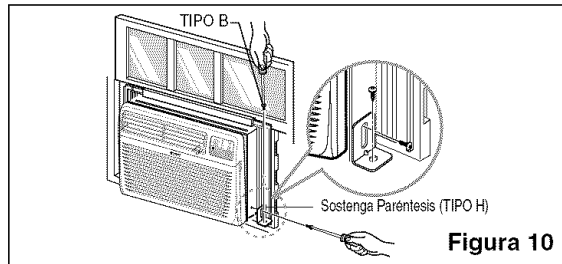

Figura 10
- Utilice este tornillo para incorporar el soporte de apoyo (TIPO H) a la plataforma interior de la ventana, como se muestra en la Figura 10.